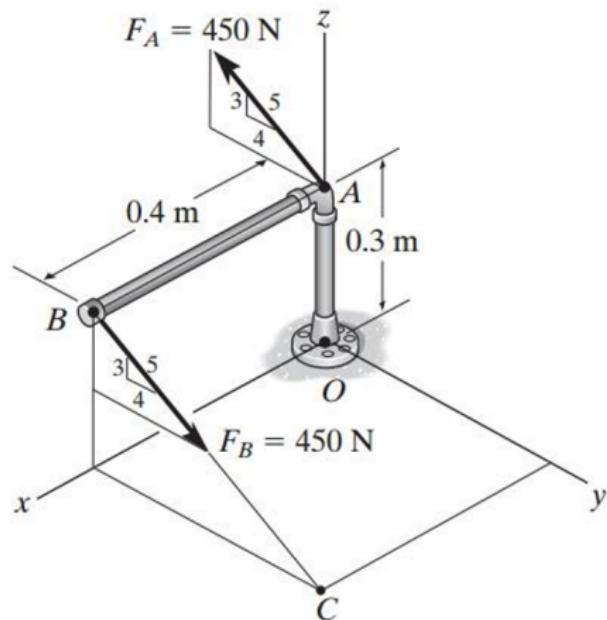

Figura 57
68. Determine el momento de par que actúa sobre el ensamblaje de tubos y exprese el resultado como un vector cartesiano. Figura 57